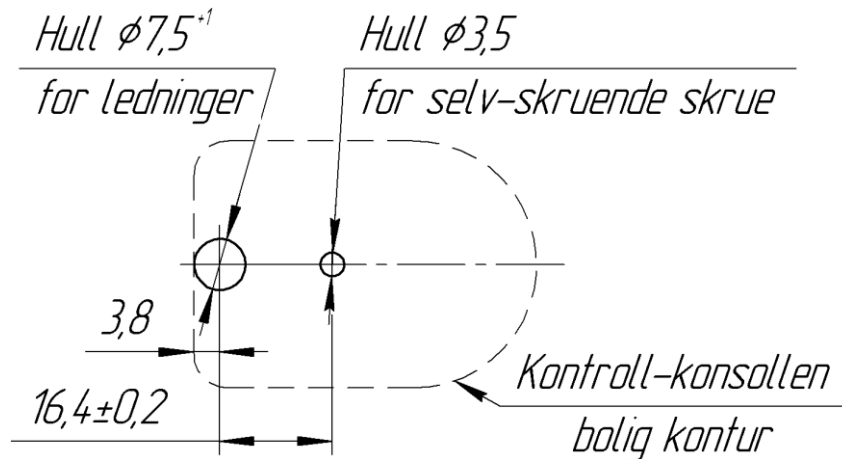

Fig. 1
- Påfør en markering (se. Fig.1) på et underlag for installasjon av kontrollpanel (et hull for en sele og et hull for selvboerende skrue).